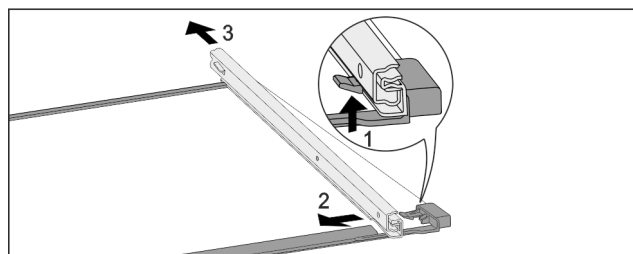

Fig. 174 Steklena plošča z vodili
- ▶ Sprednji zaskočni kaveljček potisnite navzgor. Fig. 174 (1)
- ▶ Izvlačno vodilo potisnite Fig. 174 (2) na stran Fig. 174 (3) in nazaj.